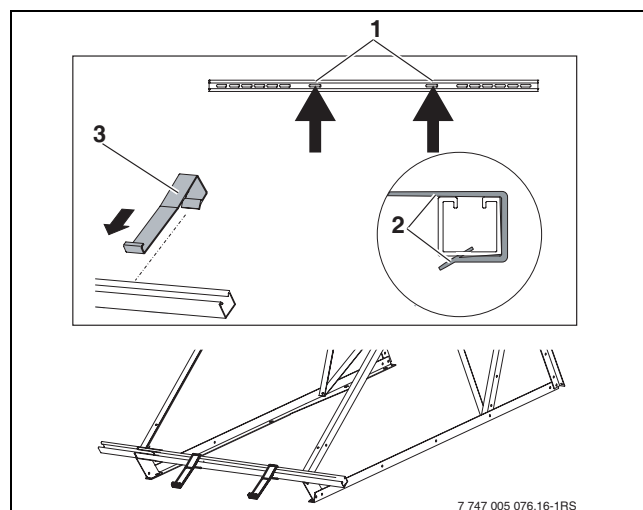

Fig. 16 Enganchar las protecciones antideslizantes
- Empujar las protecciones antideslizantes (Fig. 16, (3)) en los agujeros alargados interiores correspondientes (1), desde fuera sobre los perfiles hasta que encajen (2).